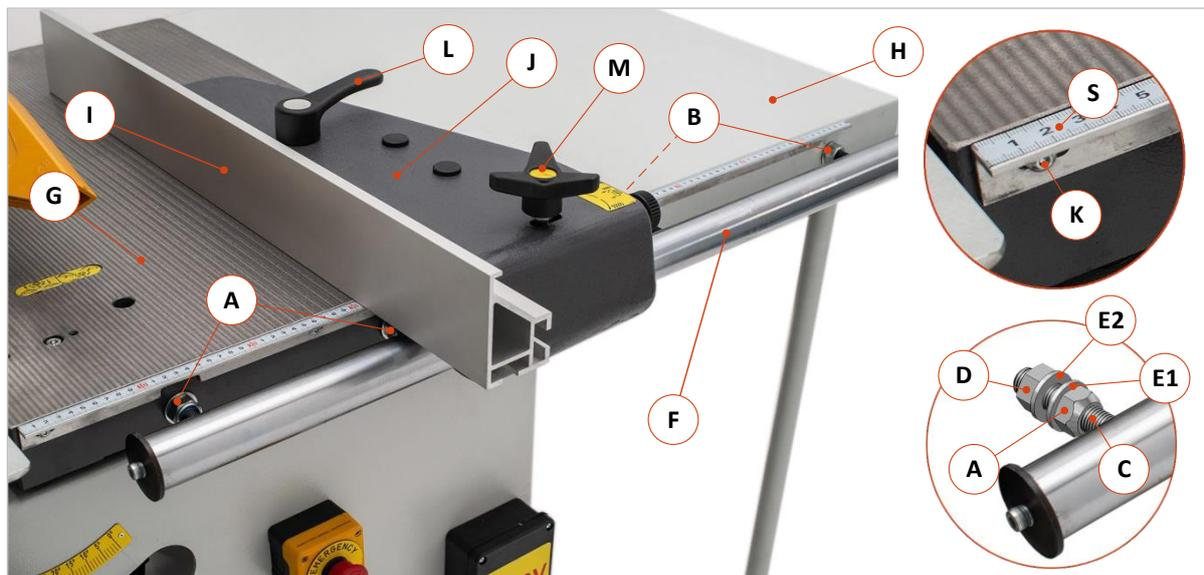

Abbildung 43: Montage des Parallelanschlags
- Lösen Sie hierzu den Klemmgriff (M) und schieben Sie den Anschlag ganz nach hinten.
- Um den Anschlag ganz nach unten (270°) wegzuklappen, verschieben Sie ihn so, dass er nicht auf dem hinteren, in ⇒ Abbildung 43 gezeigten, Gewindebolzen (C) aufliegen kann.